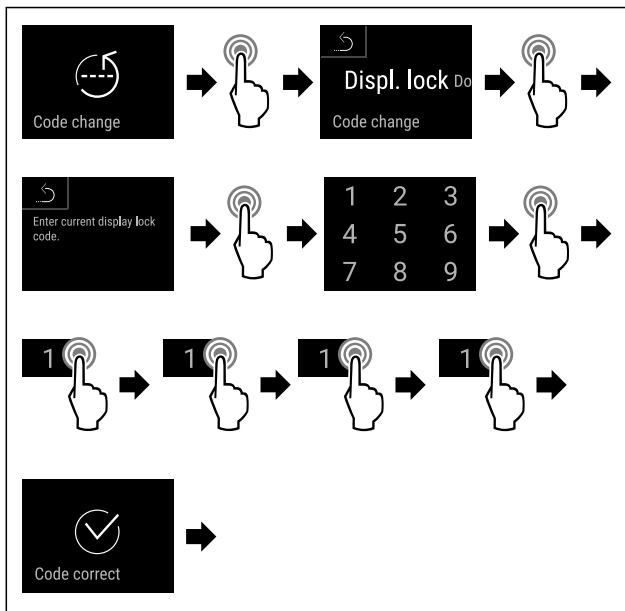

Fig. 84
- ▶ Obavite korake postupka (pogledajte Fig. 84) .